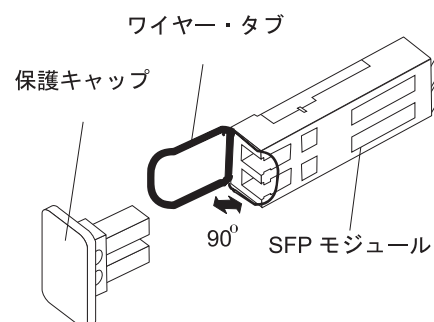

図 27. SFP モジュールおよび保護キャップ
2. 図 27 に示すように、SFP モジュールから保護キャップを取り外します。将来の利用に備えて、保護キャップを保管しておきます。
2. 必要があれば、55 ページの図 27 に示すように、SFP モジュールから保護キャップを取り外します。将来の利用に備えて、保護キャップを保管しておきます。